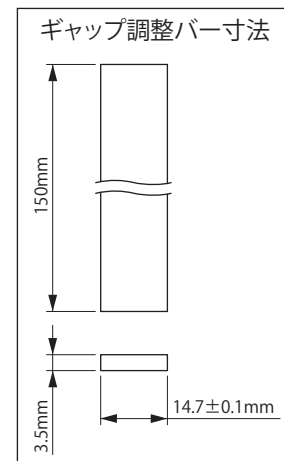

図 8-21
- (3) アウターディスク⑭とセンターリング①の間から、ギャップ調整バー (お客様で角板をご準備ください。図 8-21 参照) をギャップ調整ネジ②の溝に差し込んでください。